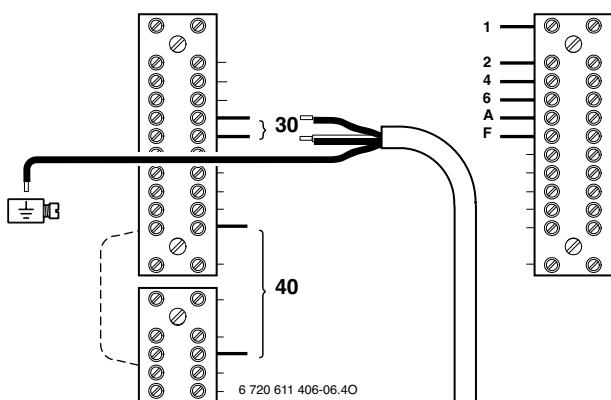

Рисунок 19.
- Кабель подключить как показано на рис. 19 (снять перемычку).